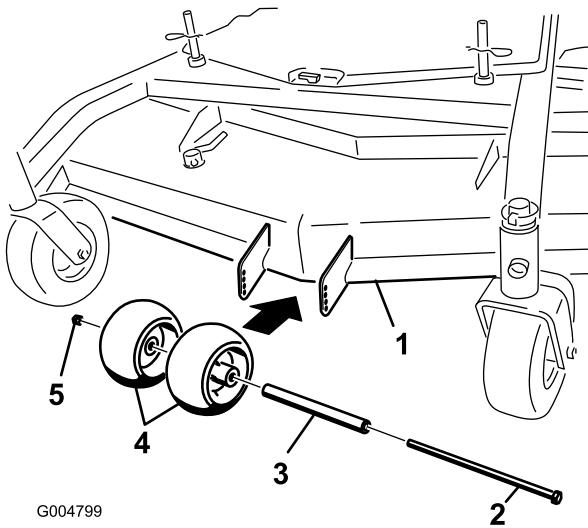
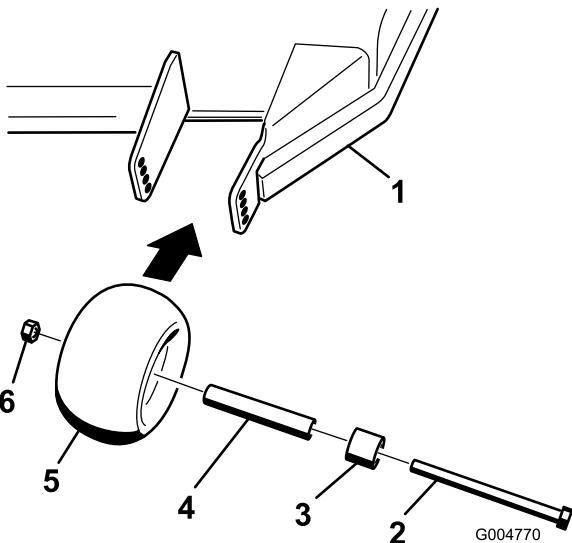
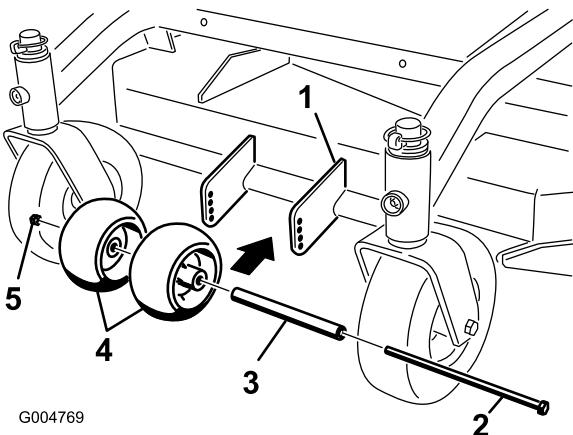

Figure 13
Figure 14
Figure 15
- Après avoir réglé la hauteur de coupe, vérifiez que les galets anti-scalp procurent une garde au sol minimale de 10 mm (3/8 po) (Figure 13, Figure 14, Figure 15).
- Si un réglage est nécessaire, retirez le boulon, les rondelles et l'écrou (Figure 13, Figure 14, Figure 15).
- Choisissez le trou requis pour que les galets anti-scalp soient à 10 mm (3/8 po) ou plus du sol (Figure 13, Figure 14, Figure 15).
- Remettez le boulon et l'écrou (Figure 13, Figure 14, Figure 15).